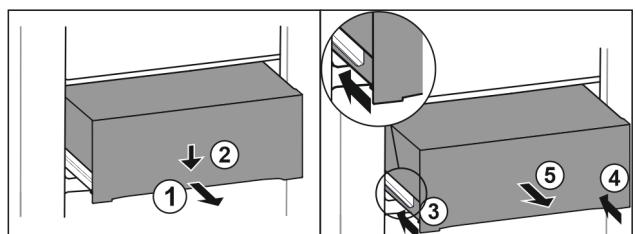

Fig. 86
- Изтеглете чекмеджето наполовина. Fig. 86 (1)
- Натиснете надолу чекмеджето от предната страна. Fig. 86 (2)
- Вкарайте лявата релса приблизително 2 см навътре. Fig. 86 (3)
- Вкарайте дясната релса приблизително 2 см навътре. Fig. 86 (4)
- Извадете чекмеджето напред. Fig. 86 (5)